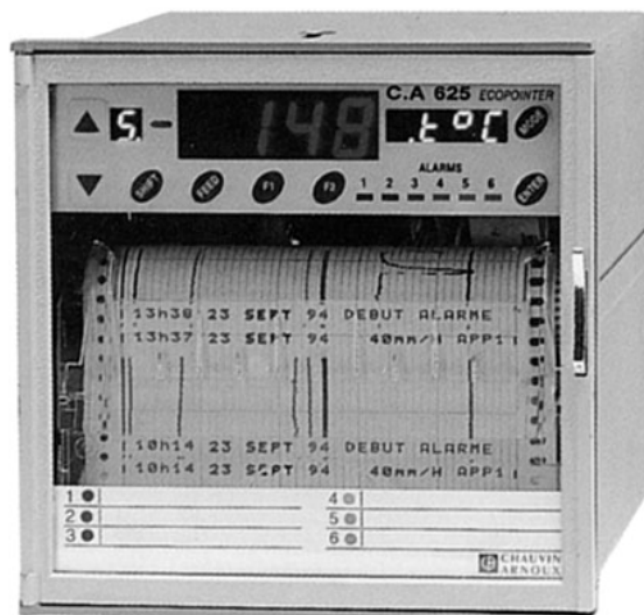

Figure 10.22 – Ecopointer.
□ **Enregistreurs à tracé par points ou « à pointé »** (figure 10.22)